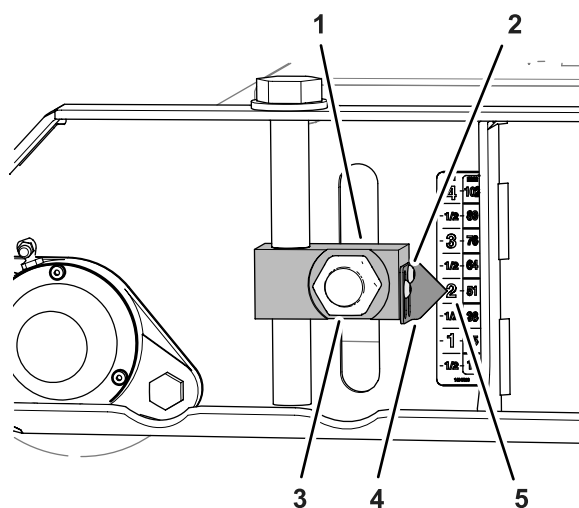
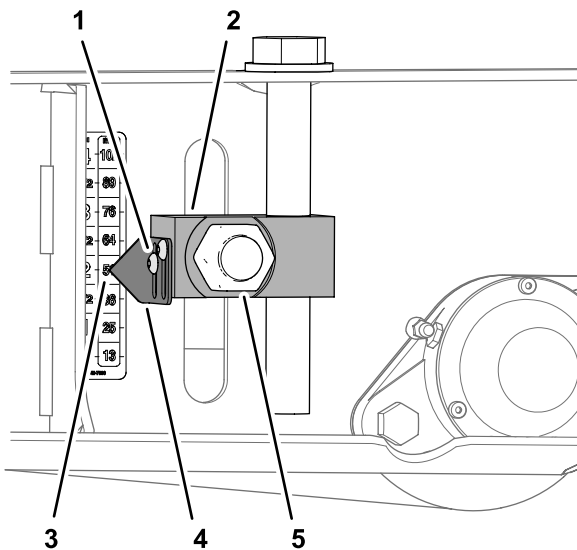

Рисунок 82
Рисунок 84
- Ослабьте 2 винта с внутренними шестигранниками, которые крепят указатель к блоку регулятора высоты скашивания, совместите указатель с отметкой «51 мм» («2 дюйма») на наклейке и затяните винты (Рисунок 82).
6. Ослабьте винты с внутренними шестигранниками, которые крепят 2 указателя к блоку регулятора высоты скашивания, совместите указатель с отметкой «51 мм» («2 дюйма») на наклейке и затяните винты (Рисунок 84).
7. Затяните 4 гайки крепления 4 блоков регуляторов высоты скашивания (Рисунок 82 и Рисунок 84) переднего и заднего валиков с моментом от 322 до 396 Н·м.